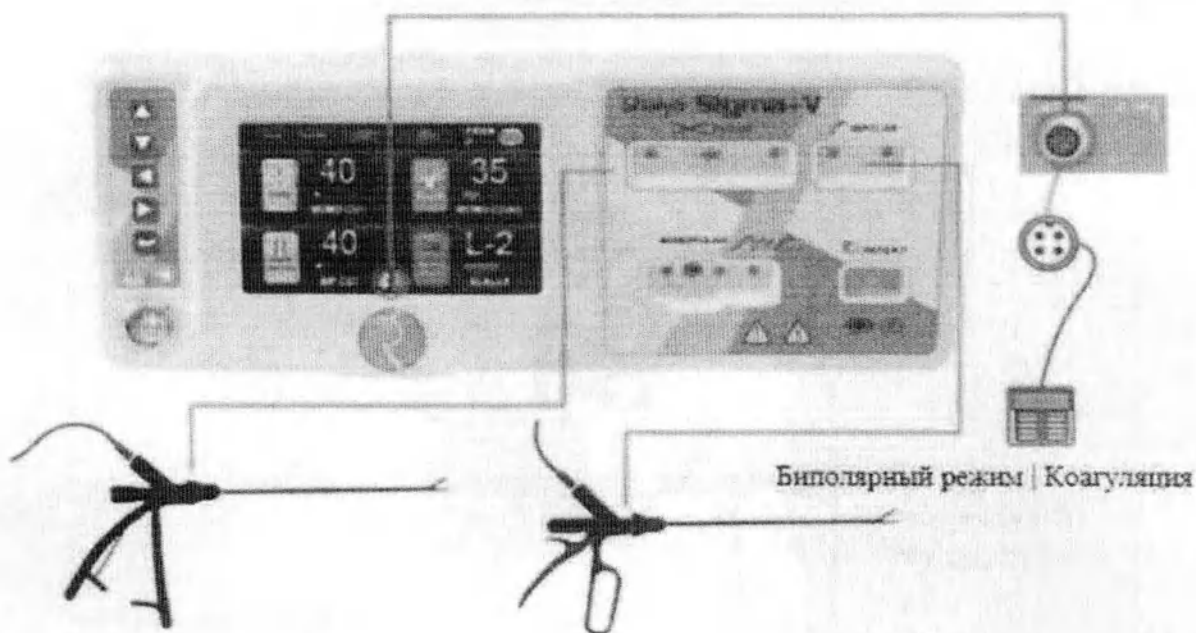

Рисунок 40 – Подключение принадлежностей для хирургического вмешательства в биполярном режиме
3) При коагуляции вставьте ручку-держатель для биполярного режима-или коагуляции в разъем на передней панели и подключите ножной переключатель к соответствующему разьему на задней панели (Рисунок 40).